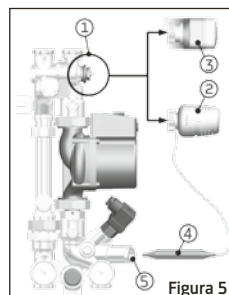

Figura 5
MULTIMIX permite atât reglajul într-un punct fix cu ajutorul capului termostatic cât și reglajul modulat electronic cu ajutorul motorului. Aceste dispozitive vor acționa asupra vanei de amestec pentru a atinge temperatura setată. Capul termostatic (2) sau motorul (3) sunt montate în dreptul vanei de amestec cu trei căi (1), conform indicațiilor din Figura 5.
- În cazul reglării în punct fix, sonda de imersie (4) a capului se poziționează în suportul special pentru sondă (5). Capul termostatic TS011U este oferit în dotarea versiunilor MULTIMIX având în codul de produs litera "T" (de ex. 506285PTC).